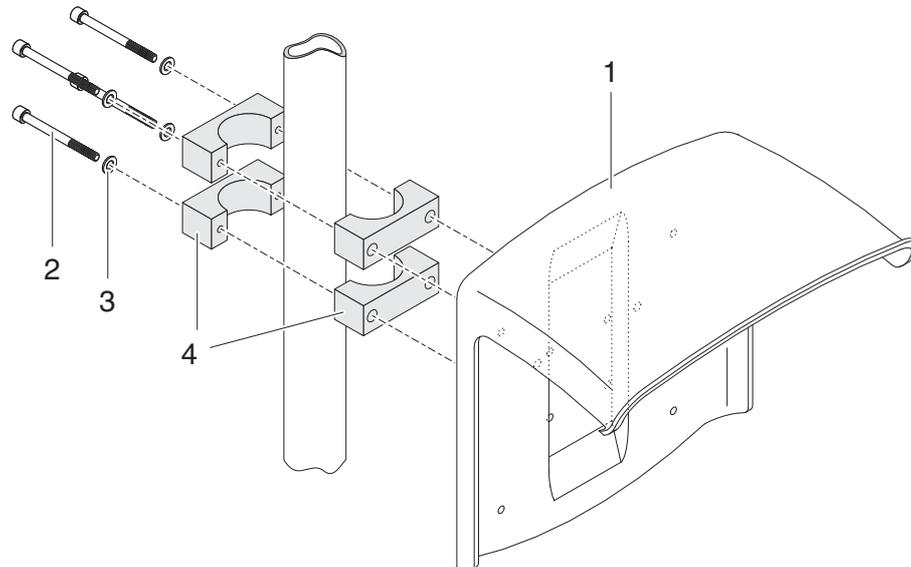

Bild 3-18 Schutzdach SSH/IQ an Standsäule montieren
- 1 Schutzdach (Pos. 1 in Bild 3-18) mit den vier Inbusschrauben (Pos. 2), den Unterlegscheiben (Pos. 3) und den Schellen (Pos. 4) in der gewünschten Höhe von der Rückseite her an die Standsäule schrauben.